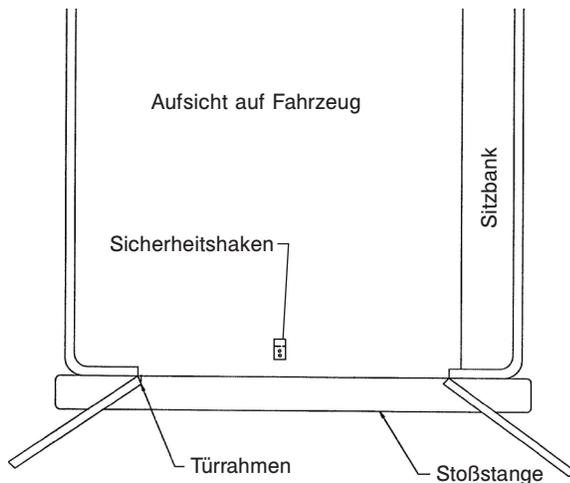

Abbildung 6 – Platzierung des Sicherheitshakens
- Die Position des Sicherheitshakens auf dem Boden des Patientenabteils markieren. Der Sicherheitshaken sollte so nahe wie möglich am Fahrzeugheck installiert werden, wobei sich gleichzeitig die Türen noch schließen lassen und die Laderollen stets auf dem Boden des Patientenabteils bleiben müssen (d.h. bei im Sicherheitshaken eingeklinktem Sicherheitsbügel nicht von der Türschwelle rollen dürfen), wenn die Trage von Strassen- und/oder Bordsteinhöhe aus ein- bzw. ausgeladen wird (Abb. 6).